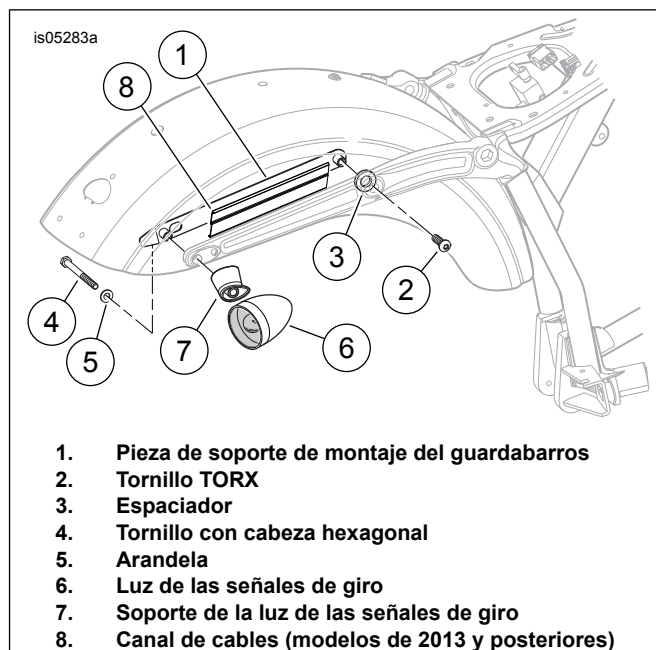

Figura 2. Extracción de la luz de las señales de giro del guardabarros
9. Vea Figura 2. Extraiga el tornillo (2) en la parte delantera de la pieza de soporte de montaje del guardabarros (1).